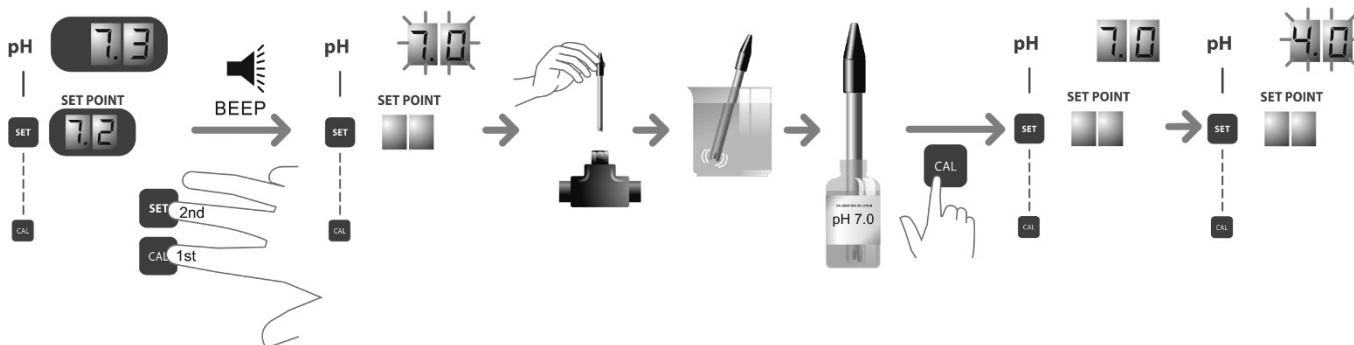

Fig. 15a
2. Prima simultaneamente as teclas “CAL” [8] e “SET” [7] durante alguns segundos até que o visor superior [5] fique intermitente e indique “7.0” (Fig. 15a).